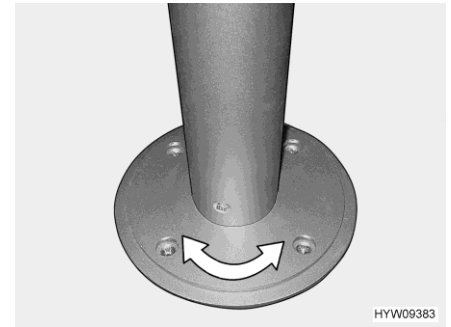

Fig. 134 Piede del tavolo a colonna (girevole) (a seconda del modello)
- Ruotare il piano del tavolo nella posizione desiderata. A tale scopo occorre esercitare abbastanza forza, poiché il piano del tavolo ruota incontrando resistenza di attrito sul piede del tavolo a colonna (Fig. 134).